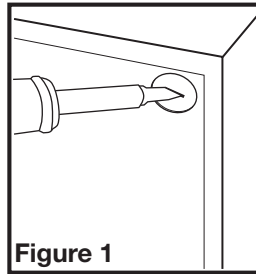

Figure 1
- Choisir un emplacement pour votre ventilateur. Pour garantir la meilleure qualité d'air et performance acoustique, il est recommandé que la longueur de la canalisation et le nombre de coudes soient réduits au minimum, que le rayon de chaque coude soit aussi grand que possible pour l'installation, et que des conduits rigides isolés soient utilisés. Ce ventilateur nécessitera au moins 20,3 cm (8 po) de dégagement dans le plafond ou le mur, et s'installe au travers de cloison sèche d'une épaisseur de jusqu'à 1,9 cm (3/4 po). Le ventilateur s'installe entre 40,6 cm ou 61 cm (16 po ou 24 po) au centre des solives à l'aide des quatre (4) traverses de montage incluses.
- À l'aide d'un tournevis à lame droite, retirez la découpe électrique du boîtier (**Figure 1**).